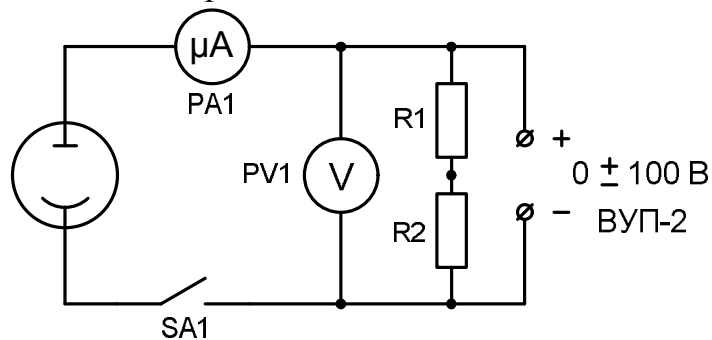

Рис. 7
1. На оптичній лаві проекційного апарату встановіть фотоелемент так, щоб його вікно було направлене в сторону конденсора. Проекційний апарат підключіть до мережі змінного струму через регулятор напруги РНШ. Фотоелемент підключіть до клем 0 – 250 випрямляча ВУП-2 згідно зі схемою рис. 7.